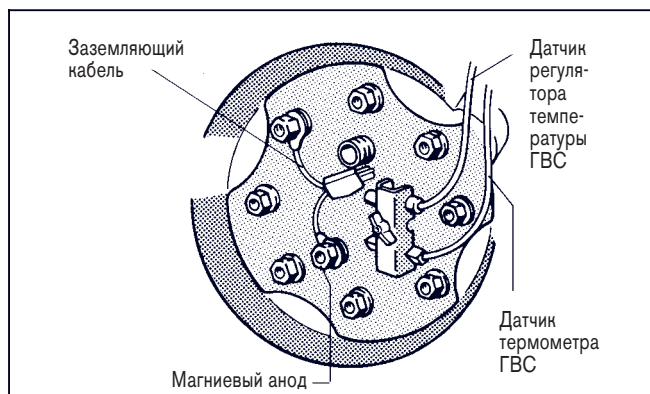

Рис. 8
- Ослабить крыльчатую гайку крепления датчика и вставить датчики, соответственно их геометрической формы, в державку (рис. 8).
- Проверить, подключен ли заземляющий провод магнийевого анода к одному из крепежных болтов крышки ручного отверстия (рис. 8).
- Соединить штекер заземляющего кабеля с кабелем регулятора (рис. 8).